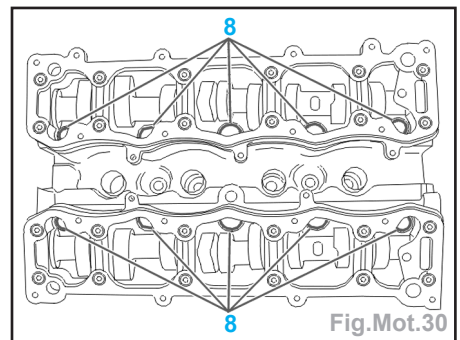

Fig.Mot.30
- Déposer les couvre-culasses (6).
- le tuyau d'aérotherme (7),
- les connecteurs (8) (et les déconnecter de leur support).
Impératif : desserrer progressivement et en spirale les vis (8) en commençant par l'extérieur (Fig.Mot.30).